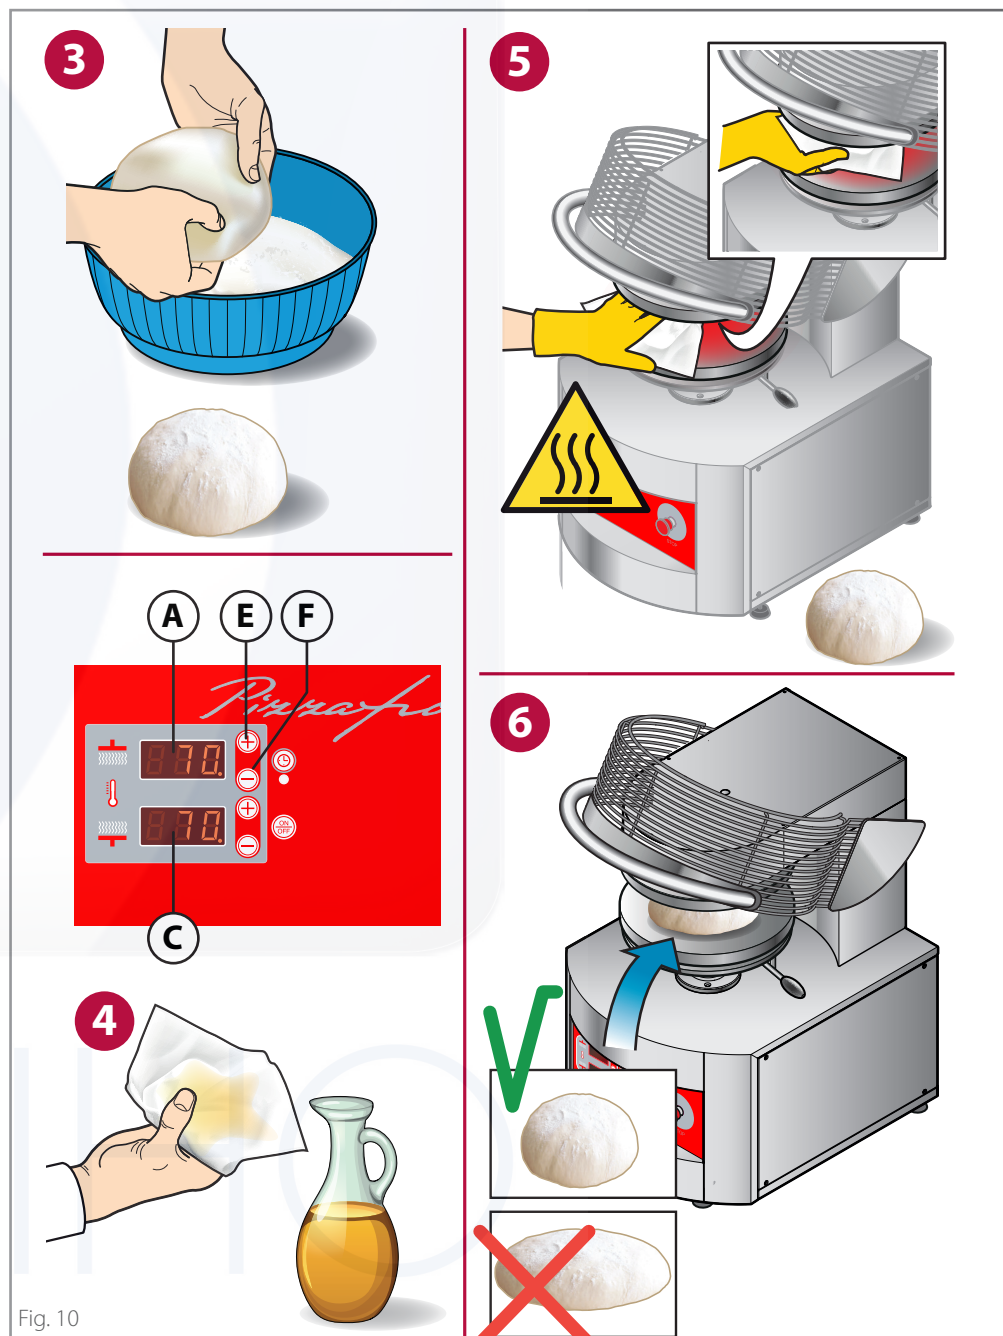

Fig. 10
► Fig. 10
- 4 Espere a que los platos alcancen la temperatura programada: las **pantallas (A) y (C)** muestran la **temperatura real** de los platos superior e inferior (en el ejemplo 70°C/158°F), para conocer la **temperatura ajustada** (es decir, que debe alcanzarse) presione la **tecla “+” (E)** o **“-” (F)**. Los LED junto a la temperatura también proporcionan información útil: